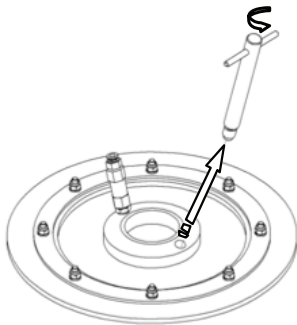

Fig. 5
- Desenrosque e retire a vareta de purgado do prato seguidor, mantenha-a ao alcance da mão (Fig. 5).